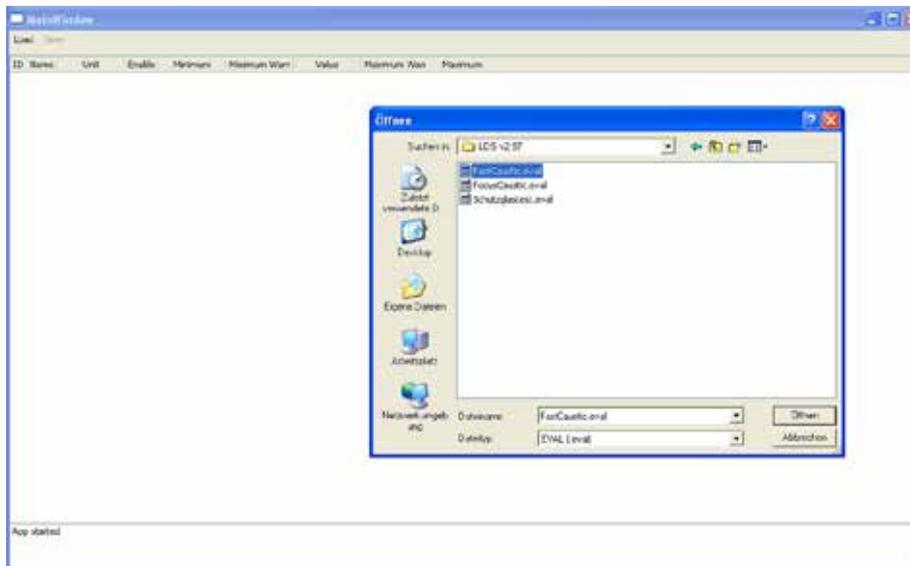

Abb. 19.30: Datei *FastCaustic.eval*
5. Laden Sie die Datei **FastCaustic.eval** wie in Abb. 19.30 dargestellt.